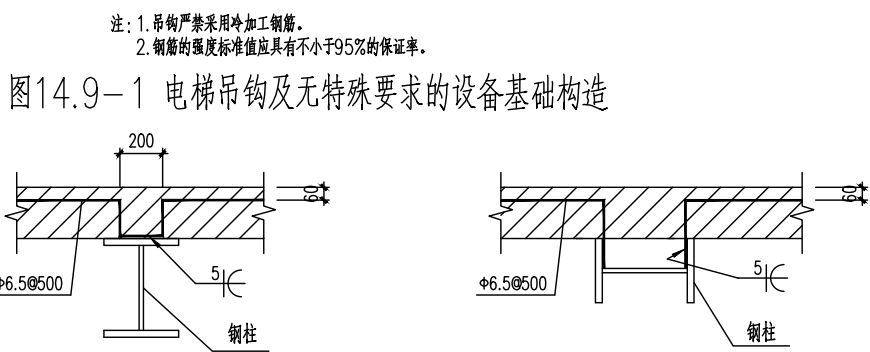

图11.10 墙体与柱边齐平时的构造做法
- 11.10 墙体与钢柱拉接做法见图11.10；圈梁、构造柱主筋与钢柱必须焊接连接。